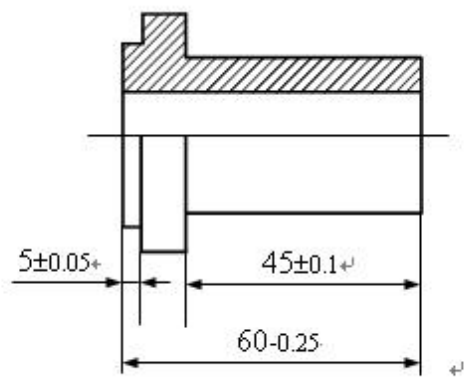

图 20-3
3. 如图 20-3 所示定位套零件，在大批量生产时制定该零件的工艺过程是：先以工件的右端端面及外圆定位加工左端端面、外圆及凸肩，保持尺寸 $5 \pm 0.05 \text{ mm}$ 及将来车右端端面时的加工余量 1.5 mm，然后再以已加工好的左端端面及外圆定位加工右端端面、外圆、凸